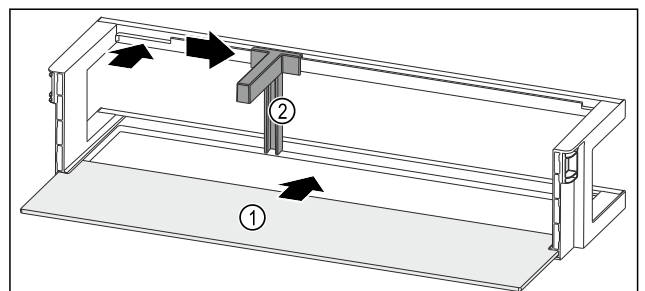

Fig. 119 Türabsteller mit Abstellfläche
- ▶ Abstellfläche Fig. 119 (1) in die seitlichen Einsparungen einschieben.
- ▶ Flaschenhalter Fig. 119 (2) in die Aussparung einsetzen.
- ▶ Flaschenhalter Fig. 119 (2) in gewünschte Position zur Seite schieben.